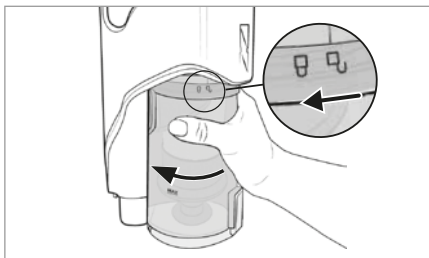

Fig. 19
- 2) For at fjerne støvbeholderen **7** fra produktet skal du dreje den i retning af symbolet  (åbn), indtil den kan løsnes fra produktet (se fig. 19).